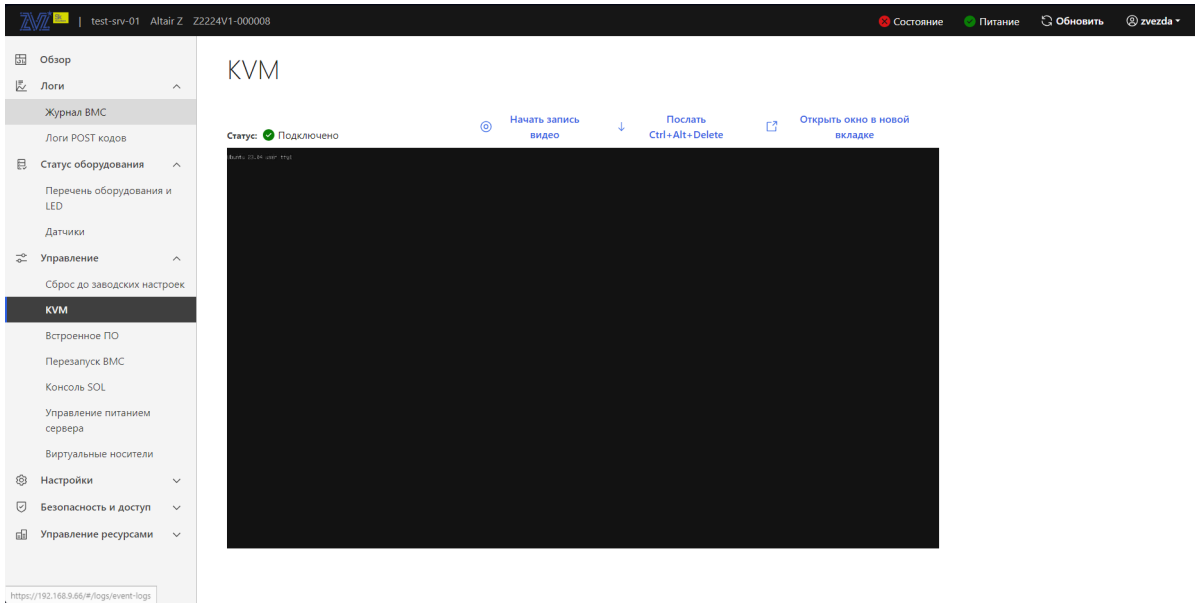

Рис. 83. Окно «KVM»
- 3) Пройдите во вкладку «Управление» → «KVM» в данной вкладке осуществляется удаленное управление BIOS. Окно показано на рис. 83 Окно «KVM»